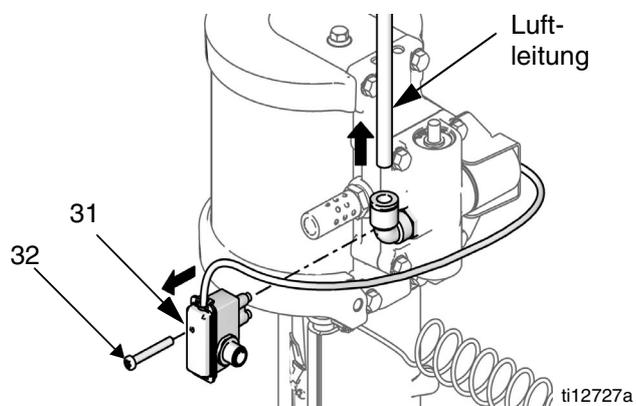

ABB. 3: Ausbau der Baugruppe Reedschalter und Luftleitung
1. Für Motoren mit DataTrak: Schraube lösen, um den Reedschalter vom Luftventil zu trennen. Siehe ABB. 3 auf Seite 9.
2. Zum Lösen der vier Schrauben (18) einen 10 mm-Steckschlüssel benutzen. Das Luftventil (17) und die Dichtung (16*◆) ausbauen.
4. Die vier Schrauben (18) lösen und den Verteiler (15*) sowie die beiden Dichtungen (14*) entfernen.
5. Mit einem 10 mm Steckschlüssel die Steuerventile (19) aus der Abdeckung oberen und unteren Ende ausbauen.